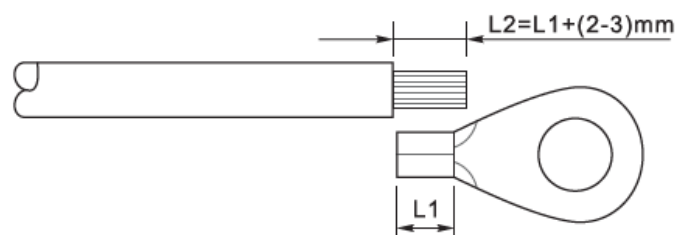

Figura 18 - Preparazione del cavo di terra (1)
- 1) Rimuovere una lunghezza adeguata dello strato di isolante esterno usando uno spella cavi, come mostrato nella Figura 18.